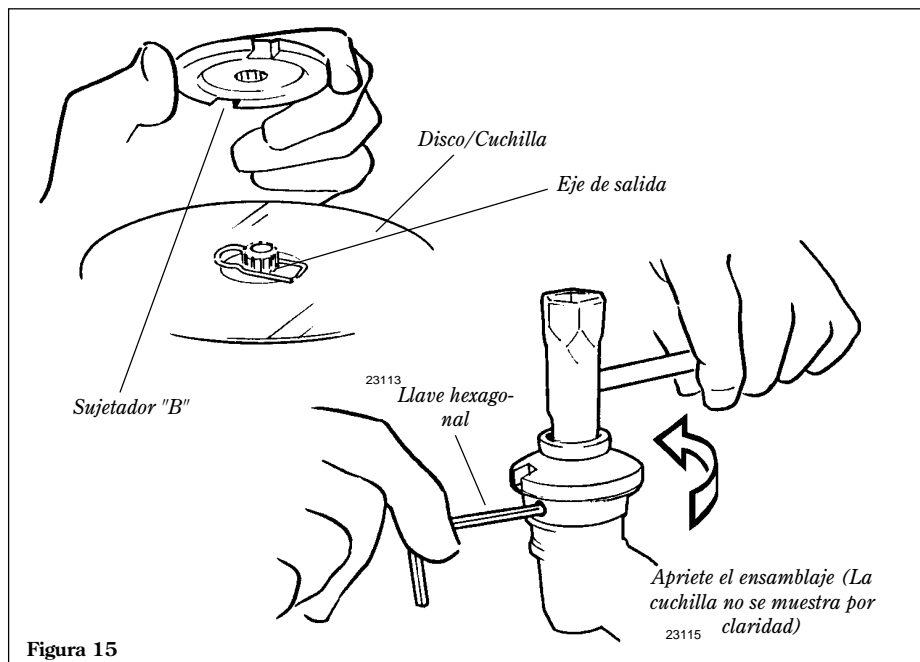

Figura 15
5. Instale el sujetador B en el eje de salida. Consulte la figura 15. El reborde en el soporte debe cubrir completamente el retén de seguridad, y debe encajar apretadamente contra la cuchilla.